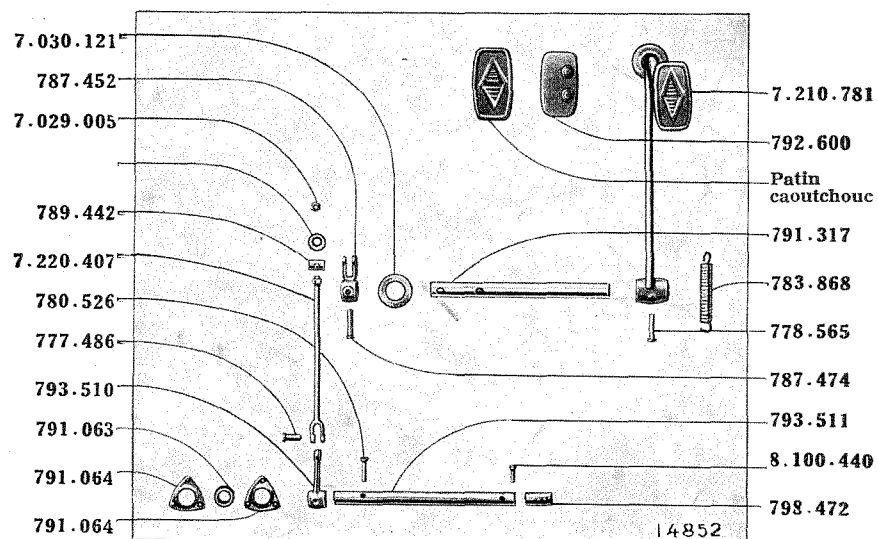

FIG. 54. — Pédale et commande de débrayage.
X.7.030.121 — Rondelle AD 20 d'axe des pédales. (Voir fig. 54.) 1
(Voir fig. 54.)